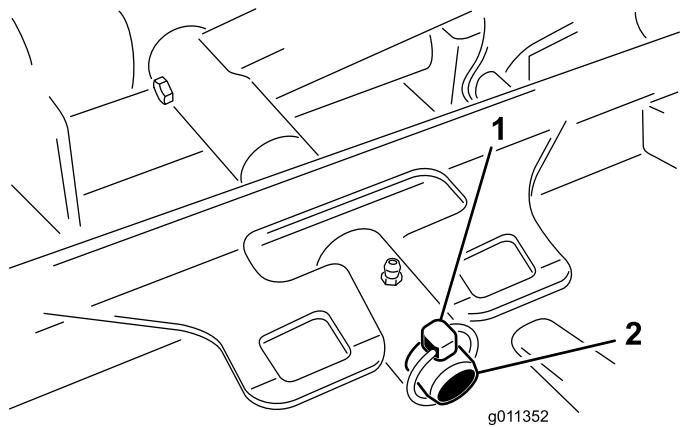

Bild 68
3. Entfernen Sie den Klappstecker oder die Befestigungsmutter, mit der der Mähwerkträgerrahmen am Hubarm-Lagerbolzen befestigt ist (Bild 68).
3. Schieben Sie den Mähwerkträgerrahmen auf den Lagerbolzen am Hubarm. Befestigen Sie ihn mit einem Klappstecker oder einer Befestigungsmutter (Bild 68).